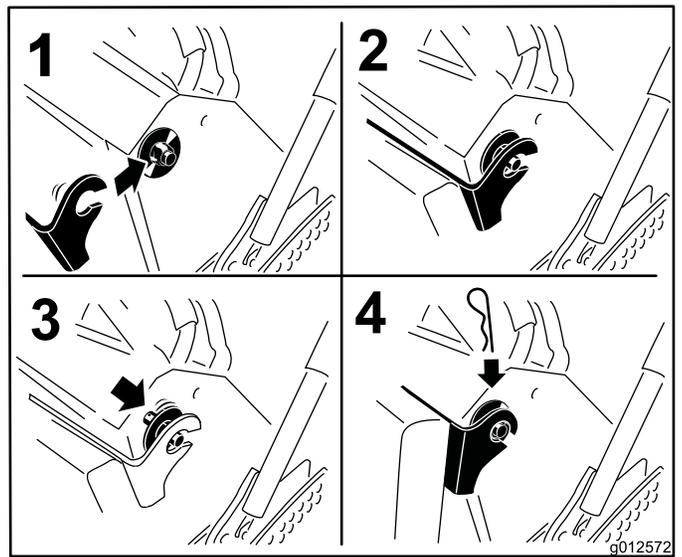

図 36
6. クッションを機体両側のピンに取り付ける (図 36)。
7. プラスチック製ブッシュのついた大きなワッシャをクッションのブラケットに入れ、ヘアピンコッターピンで固定する (図 36)。